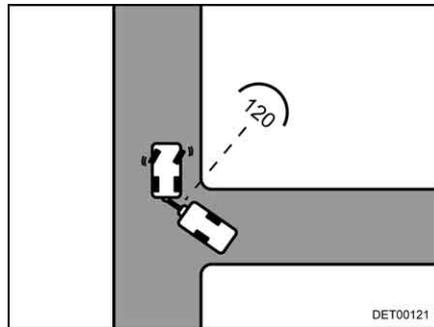

Fig. 16 Svoltare all'incrocio
- Appena entrambi i veicoli si trovano ad un angolo di ca. 120° l'uno rispetto l'altro, fermarsi (Fig. 16).